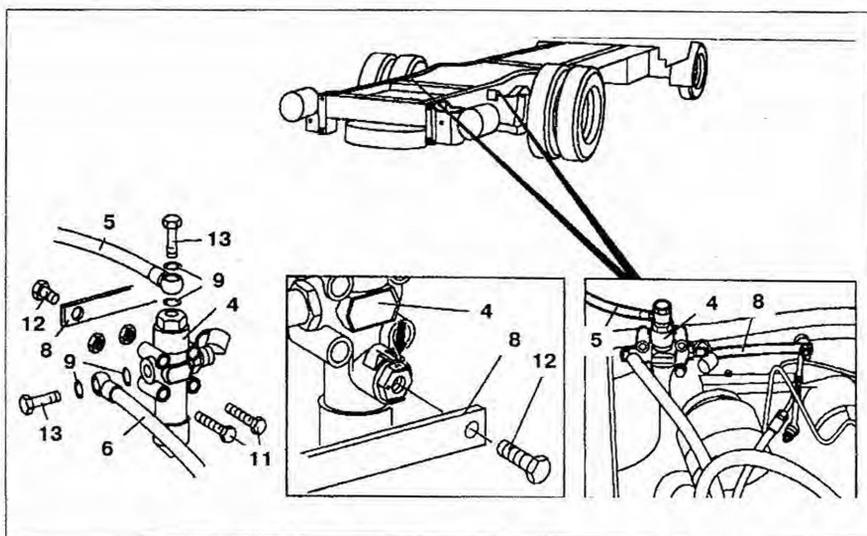

Рис. 5.35. Клапан регулировки высоты задней оси (модели 668, 670 с задней пневмоподвеской):
1. Уменьшите давление в воздухопроводах, ослабив трубки 4 и 5 (рис. 5.35).